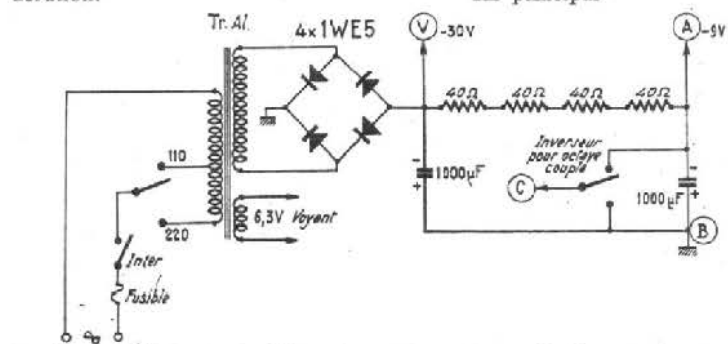

FIG. 5. — Schéma de l'alimentation secteur. Le — 30 V ne sert que pour l'alimentation du vibrato
La figure 5 montre le schéma classique de l'alimentation secteur délivrant — 9 V et — 30 V. A cet orgue électronique, il est bon d'associer un haut-parleur capable de bien rendre les basses afin que soit mis en valeur le jeu de 16 pieds qui le mérite bien. L'ampleur et la vitesse du vibrato ont été fort bien délimitées et constituent un appoint appréciable aux qualités d'ampleur et de finesse dans les timbres dont cet instrument fait preuve tout au long d'un registre riche et étendu. Il sera facile d'interposer une « chambre d'écho » et de réverbération artificielle par boucle magnétique, entre la sortie de la console et l'entrée de l'installation amplifiée de puissance. On accroît ainsi considérablement les « dimensions » de l'instrument qui y gagne en moelleux par les contours plus étoffés et par une matière sonore plus chaude encore.
7) Monter et câbler l'alimentation puis la relier aux plaquettes (fig. 5, 10 et 11).